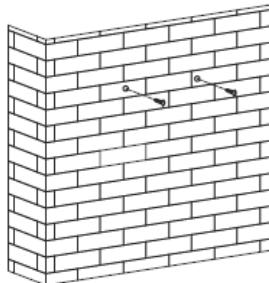

Imagen 2
3. Una vez haya fijado el soporte, Monte las fijaciones para el recubrimiento de la campana siguiendo el mismo procedimiento (véase imagen 2). Asegúrese de mantener la distancia adecuada (mida la distancia), pues la chimenea ha de fijarse posteriormente a la fijación. Coloque la fijación exterior para la chimenea en la chimenea exterior y compruebe que la chimenea interior puede moverse libremente a esa altura. A continuación, instale el conducto extensible y la chimenea sobre la campana. Consulte la imagen 3.
2. Cuando haya definido la altura, monte el soporte en el lugar correspondiente. Para ello, deberá realizar dos perforaciones (necesitará un taladro, brocas adecuadas, tacos y tornillos) y a continuación fijar el soporte a la pared con los tornillos. Una vez haya fijado el soporte, monte las fijaciones para la chimenea de la campana siguiendo el mismo procedimiento (véase imagen 2). Asegúrese de mantener la distancia adecuada (mida la distancia), pues la chimenea ha de fijarse posteriormente a la fijación.
3. Cuelgue la campana extractora en los tornillos. (imagen 2)